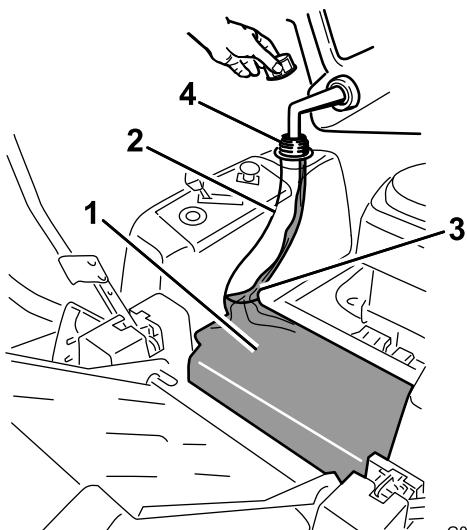

Figura 7
3. Añada gasolina normal sin plomo al depósito de combustible hasta que el cuerpo del depósito esté lleno, pero sin que el combustible llene el cuello del depósito (Figura 7). Este espacio vacío en el cuello del depósito permite la dilatación de la gasolina. No llene completamente el depósito de combustible.